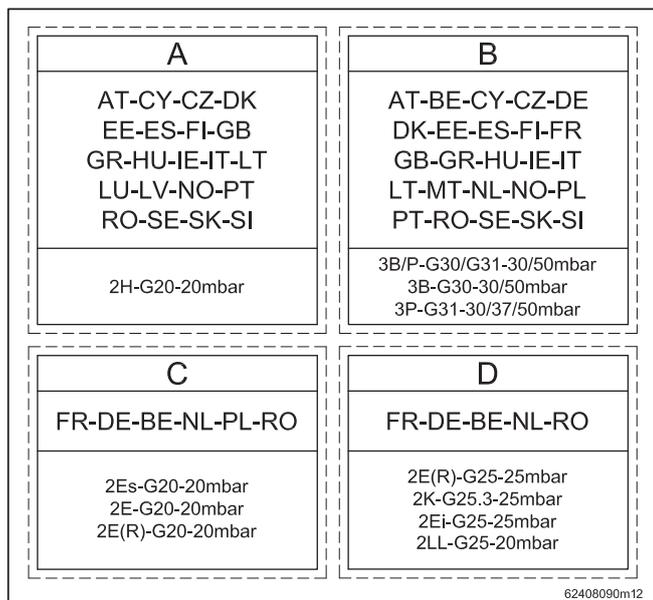

Figure 13-7 - Étiquettes indiquant le nouvel état de réglage de l'appareil
- 18.- appliquer dans la chemise frontale de l'appareil, à la place de l'étiquette qui identifiait l'ancien état de réglage, la plaque autocollante (voir la figure 13-7), attestant le nouvel état de réglage de l'appareil, de la manière suivante : appliquer l'étiquette «B» si l'appareil a été converti du méthane au GPL ; appliquer l'étiquette «A» si l'appareil a été converti du GPL au méthane.
- 6.- appliquer dans la chemise frontale de l'appareil, à la place de l'étiquette qui identifiait l'ancien état de réglage, la plaque autocollante (voir la figure 13-7), attestant le nouvel état de réglage de l'appareil, de la manière suivante : appliquer l'étiquette «B» si l'appareil a été converti du méthane au GPL ; appliquer l'étiquette «A» si l'appareil a été converti du GPL au méthane.